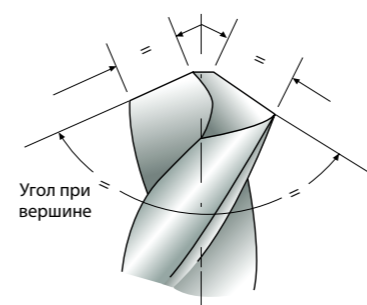

Рисунок 8
**(1) По мере эксплуатации происходит износ режущих кромок сверла. В целях предотвращения чрезмерного износа необходимо время от времени затачивать сверла.**
**(2) Переточка**
- 1 Затачить сверло, сформировав необходимый угол при вершине согласно условиям применения сверла (Рисунок 8).